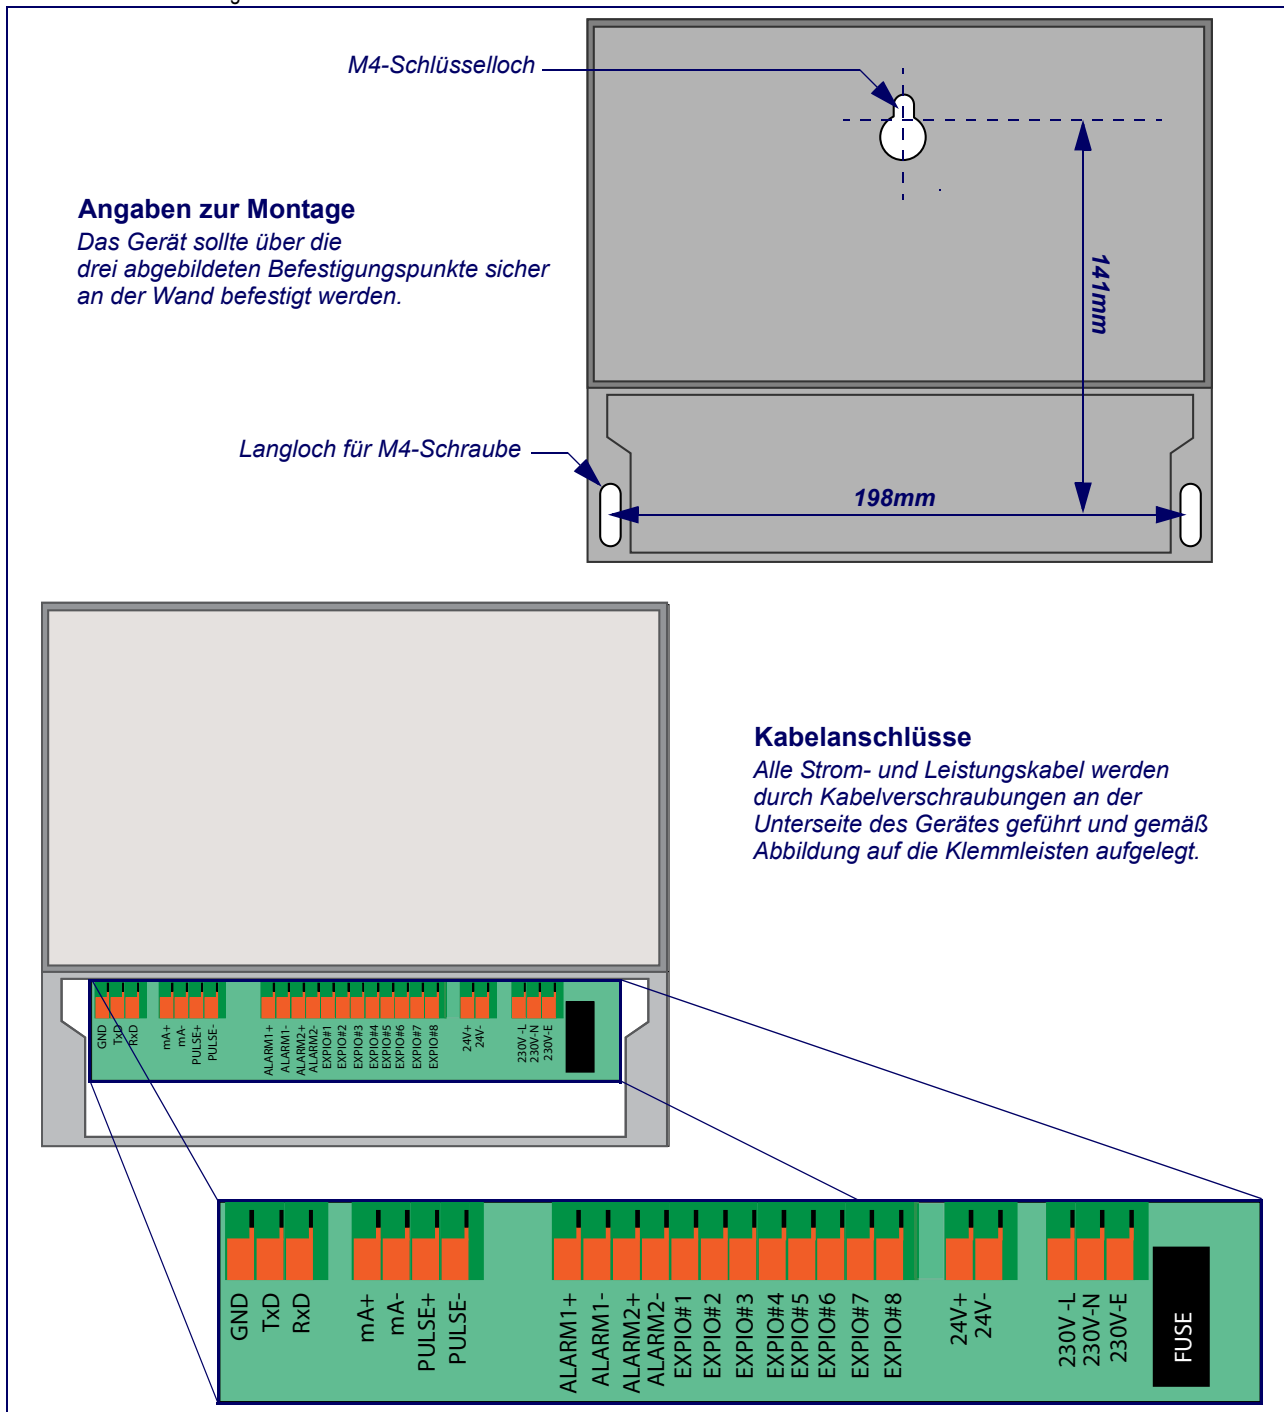

Abbildung 2.1 U3000/U4000 Angaben zur Montage und zum Anschluss
3. Schneiden Sie die Adern zurecht, entfernen Sie die Isolierung auf einer Länge von circa 10 mm und schließen Sie die Adern an die entsprechenden Klemmen an, siehe Beschreibung und Abbildung 2.1.
2. Schneiden Sie die Adern zurecht, entfernen Sie die Isolierung auf einer Länge von ca. 10mm und schließen Sie die Adern an die entsprechenden Stromversorgungsklemmen an, siehe Abbildung 2.1.